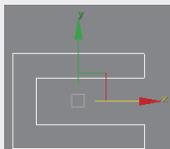

图3-15 通道
- 通道：使用“通道”工具可以创建一个闭合形状为“C”的样条线，如图3-15所示。